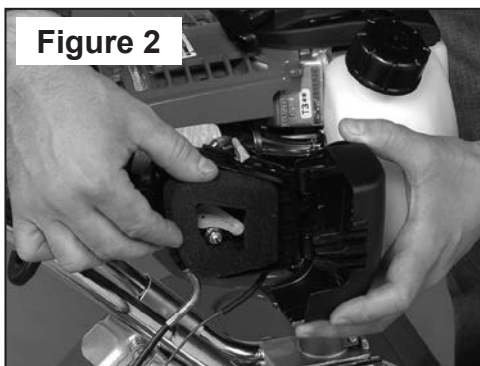

Figure 2
4. Si le filtre à air doit être nettoyé ou s'il n'est plus utilisable, il suffit de le tirer hors de l'épurateur d'air. (**Figure 2**)